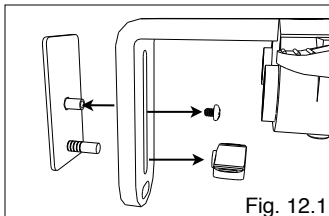

Fig. 12.1
1. Dévisser et retirer les vis à tête cylindrique et l'Écrou à Aile à l'arrière de la Plaque Magnétique ainsi qu'indiqué sur la Figure 12.1. Retirer la Plaque Magnétique et la mettre de côté.